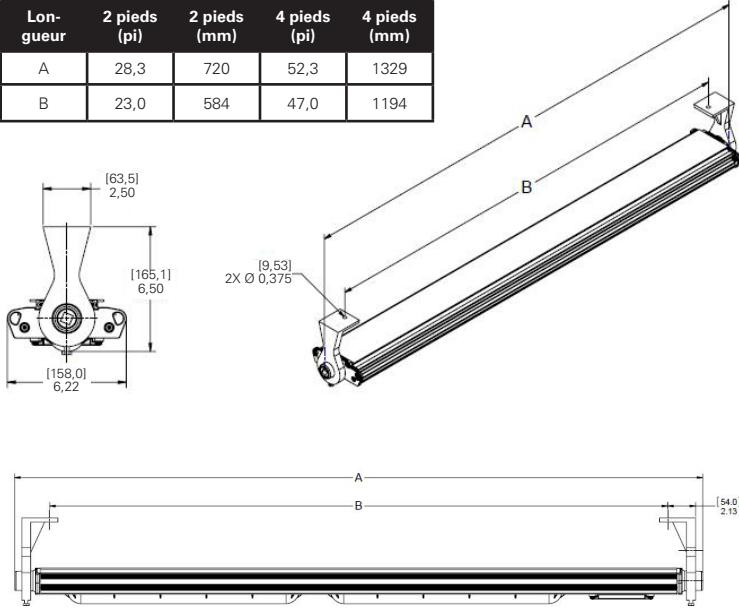

Figure 2 : DP1053MTK Montage mural ou au plafond
2. Marquer et percer des trous pour fixer les supports de fixation d'extrémité. Utiliser le centre de deux boulons de 1/4 po (non inclus) pour centrer les mesures (voir la figure 2).